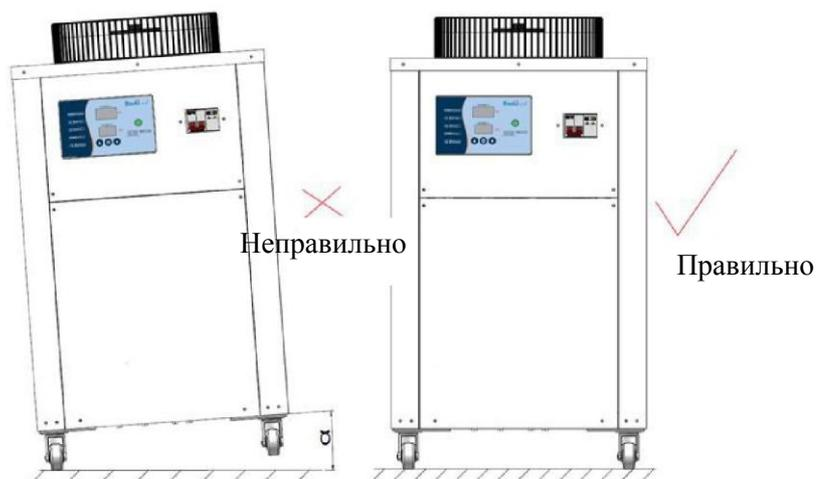

Рисунок 3. Требования к установке оборудования
- Оборудование должно быть установлено в горизонтальной плоскости и не должно наклоняться, как показано на рис. 3. Для крепления бесколесного оборудования должны использоваться анкерные болты, а у оборудования с колесиками поворотные колесики должны быть заблокированы.